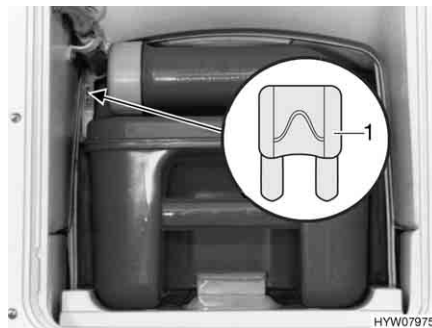

Bild 127 Sicherung der Thetford-Toilette
- Die Sicherung (Bild 127,1) wechseln.